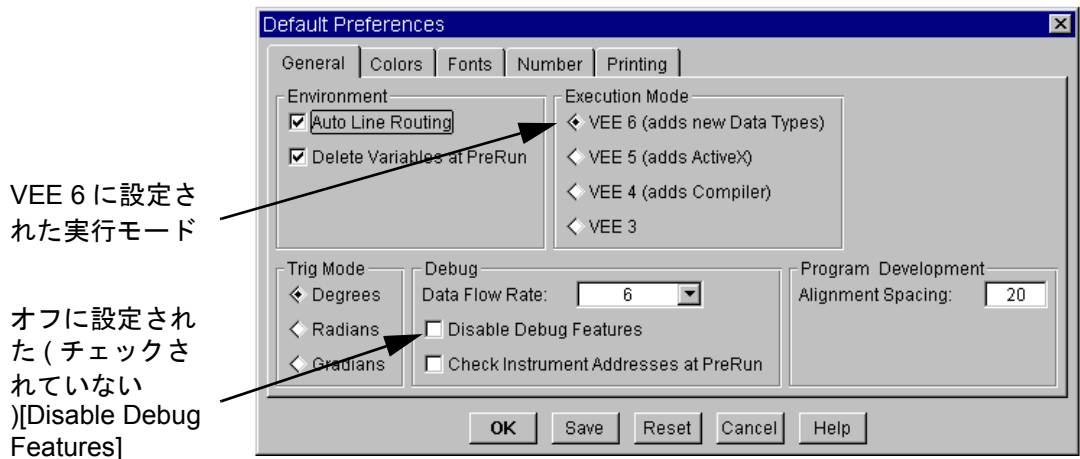

図 9-12. [Default Preferences] ダイアログ・ボックスで実行モードを変更
2. 図 9-12 に示すように、[General] フォルダの [Execution Mode] で [VEE 6.0] を選択します。このフォルダは最初のフォルダなので、すでに表示されています。同じフォルダで、[Disable Debug Features] が選択されていないことを確認します。[OK] をクリックします。